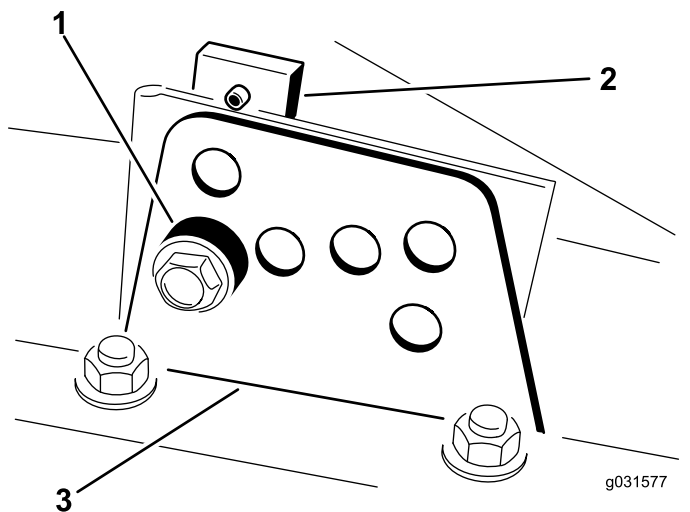

図 18
2. 図 18 のように、各刈り高ブラケットを刈り高プレート前と右と左に固定しているボルトをゆるめる。
4. チェンバを支えておきながらスペーサを取り外す 図 18。